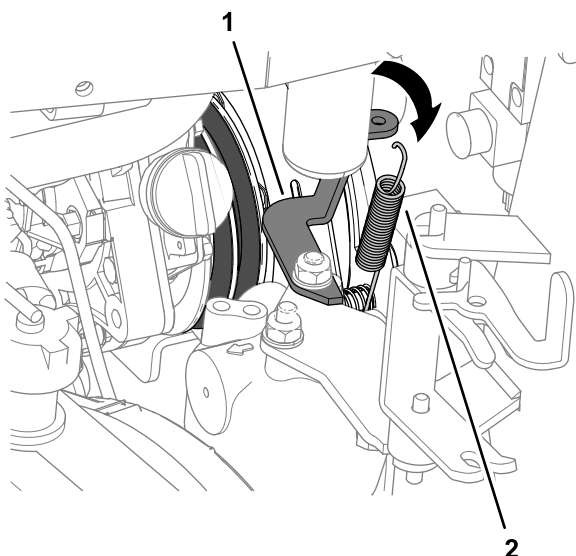

Figure 90
5. Du côté radiateur, décrochez le ressort d'amortisseur d'embrayage de son support (Figure 90).
4. Accrochez le ressort d'amortisseur d'embrayage entre le boulon du plateau d'embrayage intérieur et le support du ressort ; voir Figure 90 sous Dépose des courroies de PDF (page 66).